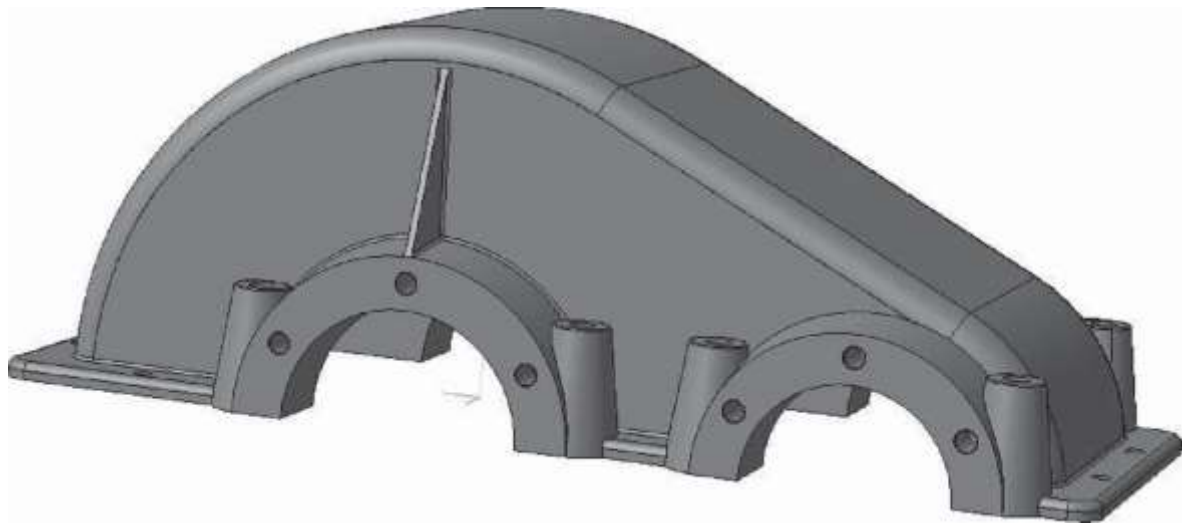

Рисунок 7.5 – Доопрацювання кришки редуктора
14. Сформуєте заокруглення на фланцях, опорних поверхнях бобишок і інших місцях в моделі кришки (рис. 7.5).